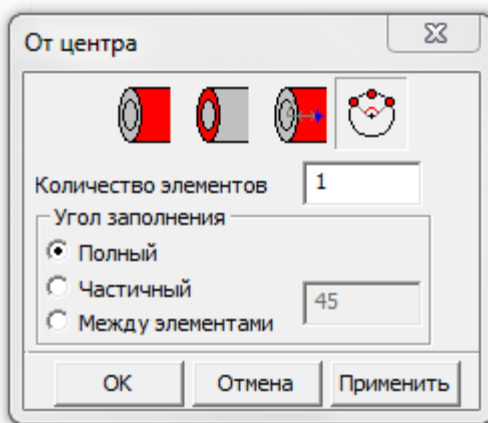

Рисунок 3-20
После чего определить параметры массива - Рисунок 3-20:
- Угол заполнения (Рисунок 3-20).